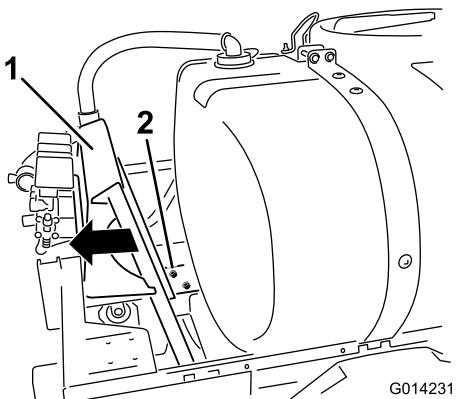

Figura 6
1. Allentate i bulloni che fissano la guida di supporto delle valvole al telaio (Figura 6).